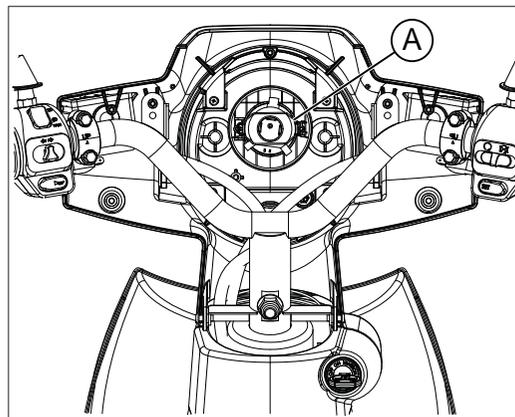

fig. 5
- agir sur les clips de fixation A fig. 5 ;
- monter la douille complète et la fixer à l'aide des clips de fixation A fig. 5 ;